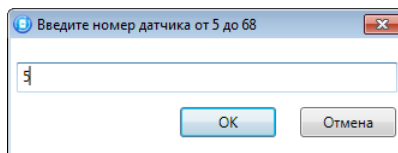

Рисунок 11.4 — Ввод номера радиоустройства
2. В открывшемся окне укажите номер радиоустройства из числа еще не занятых в нумерации ШС и радиоустройств (в указанном диапазоне) и нажмите кнопку *OK* (см. рисунок 11.4).